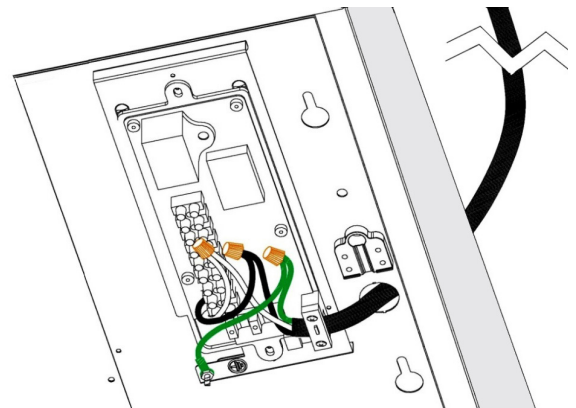

Figure 2
- Desserrer deux vis du boîtier électronique. Raccorder le câble au câblage de la hotte à l'aide des connecteurs fournis. Brancher le NOIR au NOIR, le BLANC au BLANC, puis le VERT ou le FIL NU à la vis VERTE de mise à la terre. **NE PAS OUBLIER DE RACCORDER LE FIL DE MISE À LA TERRE.** (Figure 2)